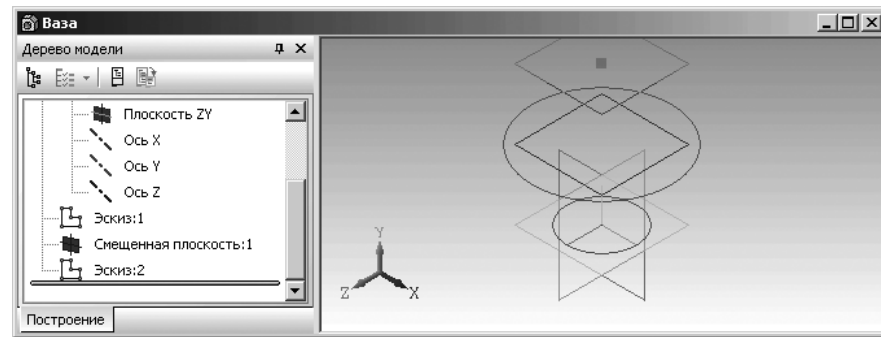

Рис. 2.133. Вторая смещенная плоскость для построения третьего эскиза-сечения
- щелкните по базовой плоскости в окне **Дерево модели**, относительно которой строится данная смещенная плоскость. На данном этапе базовой плоскостью является **Смещенная плоскость:1**. Появится вторая смещенная плоскость. Это состояние системы показано на рис. 2.133.